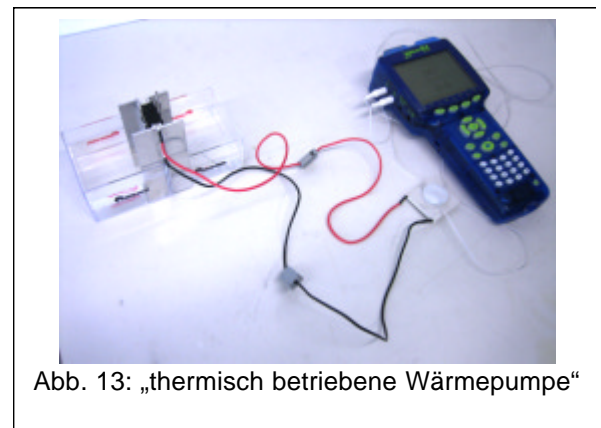

Abb. 13: „thermisch betriebene Wärmepumpe“
**Versuchsaufbau:** Abbildung 13. Es wird zusätzlich ein elektronisches Thermometer benötigt.